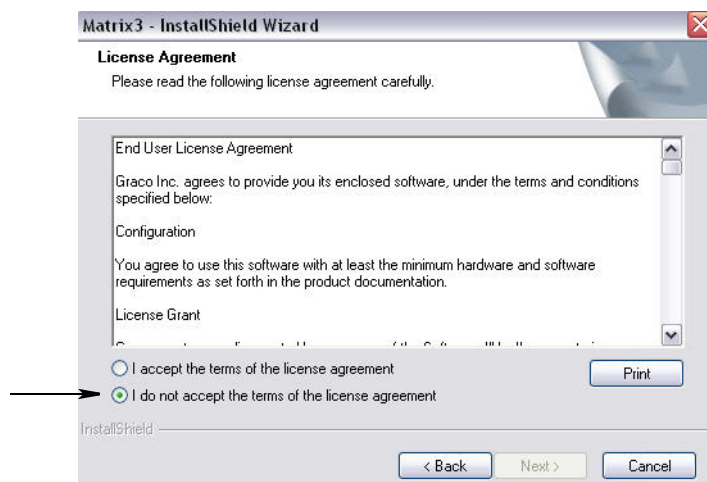

FIG. 4
4. Lisez le "End User License Agreement" (Contrat de licence de l'utilisateur final) (FIG. 4). Si vous l'acceptez, sélectionnez "I accept the terms of the license agreement" (J'accepte les termes du contrat de licence). Après avoir accepté les termes du contrat de licence, le bouton "NEXT" (Suivant) s'active. Cliquez sur le bouton "NEXT" (Suivant).